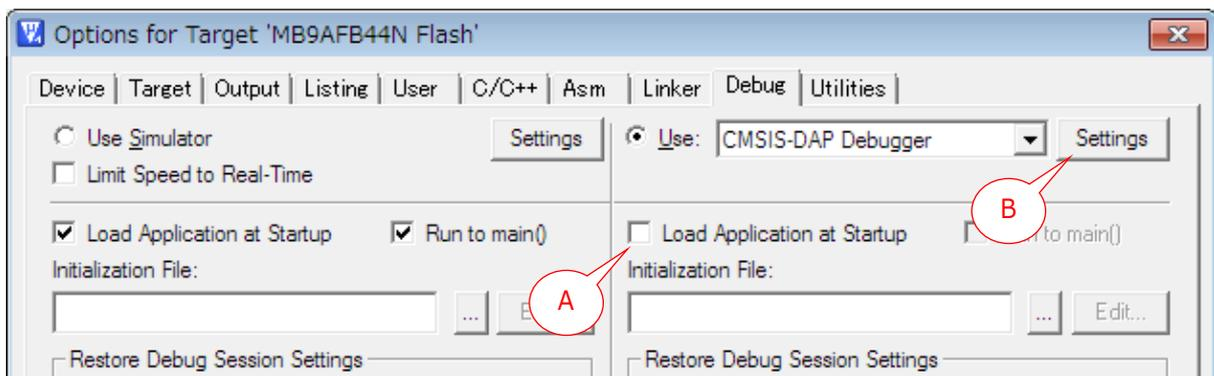

Figure 11
- 3) Figure 11 の **Settings** ボタン(B)を押し、[XXXX Target Driver Setup]ウィンドウを開きます。